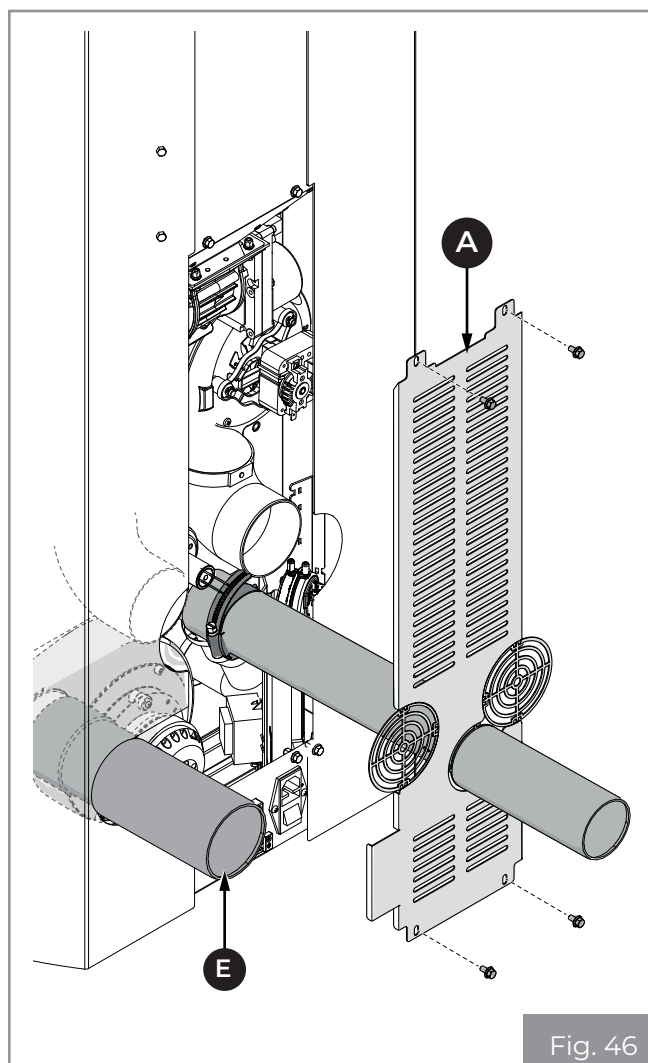

Fig. 46
- Collegare il tubo uscita fumi **(E)** **(Fig. 46)**.